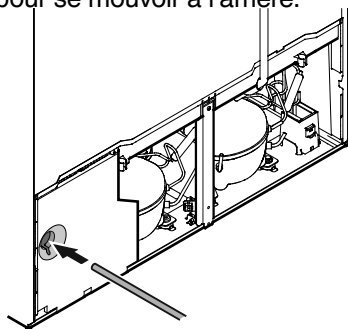

Figure 13
2. Insérer le conduit d'alimentation d'eau dans l'orifice prévu à cet effet à l'arrière de l'appareil (**Figure 13**).